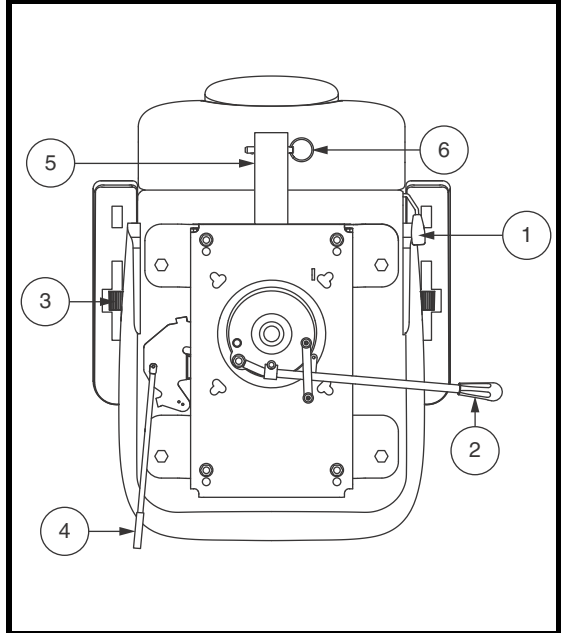

Abb. 16. Sitzeinstellungen – Stil B
Um die verstellbare Rückenlehne einzustellen, befolgen Sie diese Schritte. **Siehe Abb. 16.**
1. Drehen Sie den Hebel zur Verstellung der Sitzposition nach aussen. **Siehe Abb. 16.**
Der Armlehnenwinkel Ihres Elektromobils kann nachoben oder nach unten verstellt werden. **Siehe Abb. 16.**
Die Zuberhörhalterung am Heck ermöglicht es Ihnen, persönliche Zubehörkomponenten wie Korb, Gehhilfe oder jedes mögliches Einzelteil hinter dem Elektromobil anzubringen. Verwenden Sie den Sicherungsstift, um das Zuberörteil sicher an der Halterung zu befestigen. **Siehe Abb. 16.** Für weitere Informaationen wenden Sie sich an Ihren Vertragshändler.